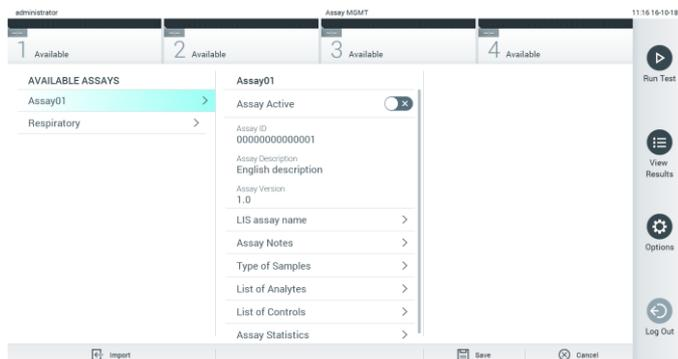

Рис. 55. Экран «Assay Management» (Управление тест-системами).
2. Чтобы импортировать на QIAstat-Dx Analyzer 1.0 новую тест-систему (новые тест-системы), нажмите кнопку **Options** (Опции), а затем — кнопку **Assay Management** (Управление тест-системами). В области содержимого на дисплее отобразится экран **Assay Management** (Управление тест-системами) (рис. 55).